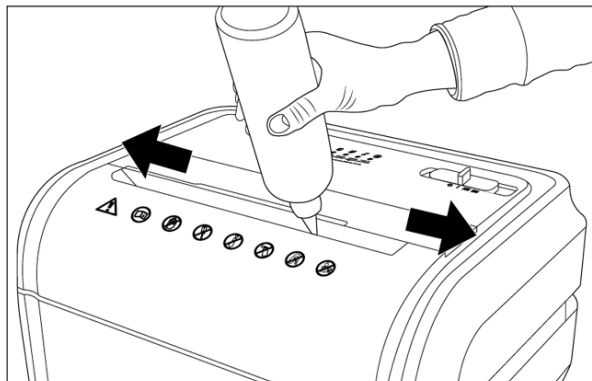

FIGURE 3
- W celu zapewnienia poprawnego funkcjonowania niszczarki i wydłużenia jej żywotności, należy regularnie oliwić noże tnące urządzenia. Postępuj zgodnie z poniższymi wskazówkami (FIGURE 3). **Używaj tylko specjalnego oleju przeznaczonego do oliwienia niszczarek.**